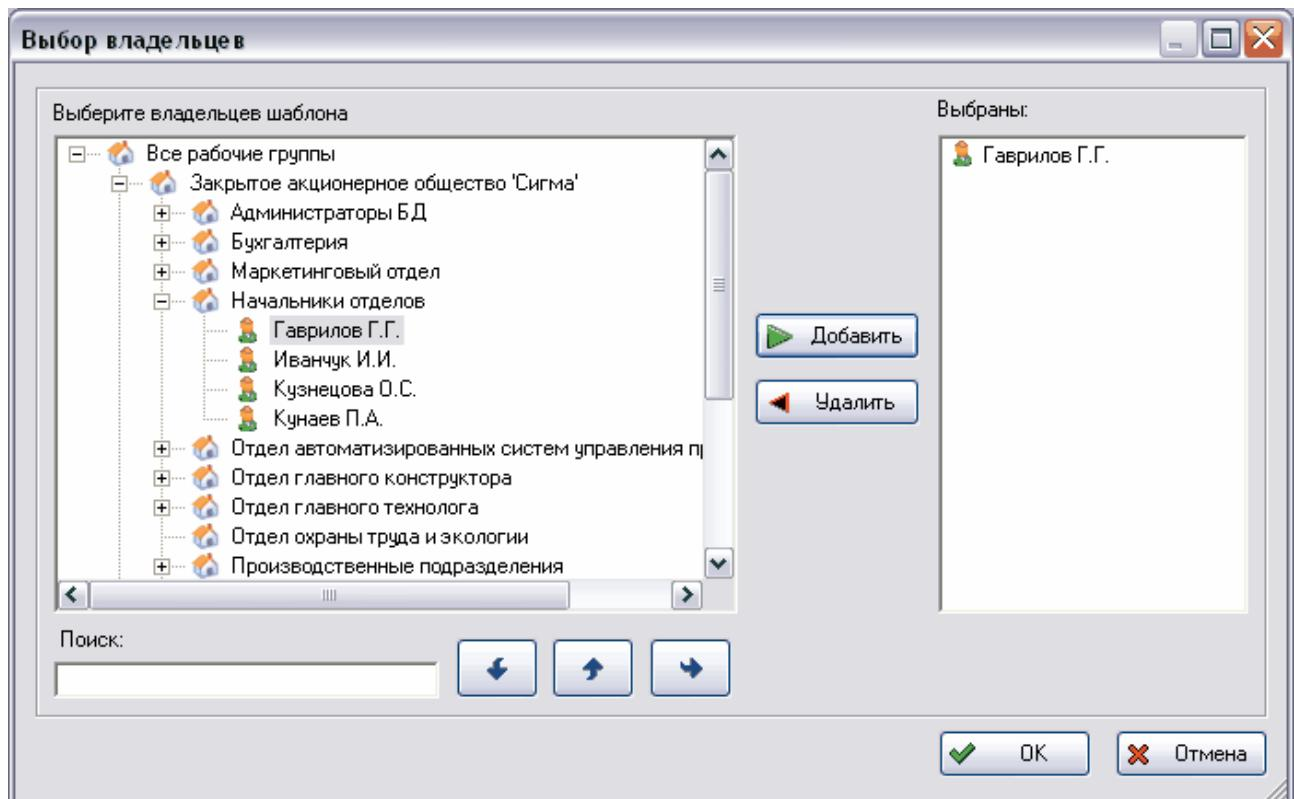

Рис. 6 Выбор владельцев
- **Владельцы; Ответственные за контроль** – список сотрудников, имеющих право инициализировать процесс по данному шаблону; список сотрудников, ответственных за контроль шаблона. В качестве владельцев процесса (ответственных за контроль) можно указывать рабочие группы. Для изменения списка владельцев (ответственных за контроль) шаблона нажмите на кнопку **Изменить ...**. После этого появится диалоговое окно **Выбор владельцев** (Рис. 6) (окно выбора ответственных за контроль то же самое).